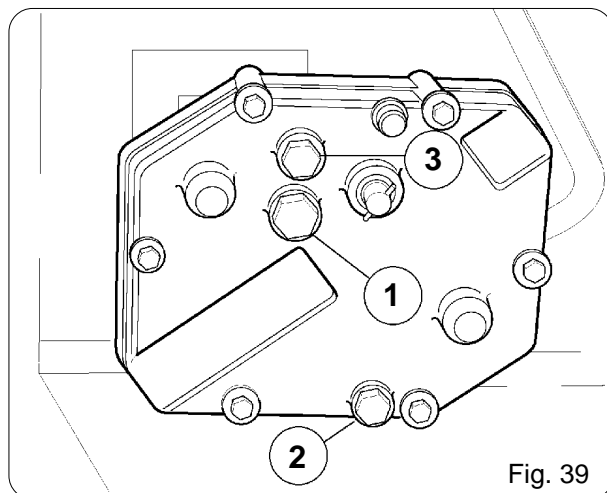

Fig. 39
- Verificare il livello di olio nella scatola cambio, eventualmente ripristinarlo fino al livello (1 Fig. 39). Nell'eseguire il ripristino, è consigliabile usare lo stesso tipo di olio (ACER 22).
- Check the oil level in the speed change gear box and top up to level (Fig. 39, «1») whenever necessary using the same type of oil (ACER 22) whenever possible.
- Den Ölstand im Getriebegehäuse überprüfen und gegebenenfalls bis zum Stand auffüllen (1 Abb. 39). Es wird empfohlen, den gleichen Öltyp (ACER 22) zum Auffüllen zu verwenden.
- Contrôler le niveau d'huile dans la boîte de vitesse, et remplir le cas échéant jusqu'au niveau prévu (1 Fig. 39). Pour cette opération, nous conseillons d'utiliser le même type d'huile (ACER 22).
- Verificar el nivel del aceite en la caja del cambio, eventualmente restablecerlo hasta alcanzar el nivel (1 Fig. 39); al efectuarel restablecimiento, tener cuidado de utilizar el mismo tipo de aceite (ACER 22).
- tappo scarico olio, 2 Fig. 39;
- tappo carico olio, 3 Fig. 39.
- oil drainage plug, 2 Fig. 39;
- oil filling plug, 3 Fig. 39.
- Ölablaufstutzen, 2 Abb. 39;
- Öleinfullstutzen, 3 Abb. 39.
- bouchon vidange huile, 2 Fig. 39;
- bouchon remplissage huile, 3 Fig. 39.
- Tapón de desagüe del aceite, 2 Fig. 39;
- Tapón de carga del aceite, 3 Fig. 39.